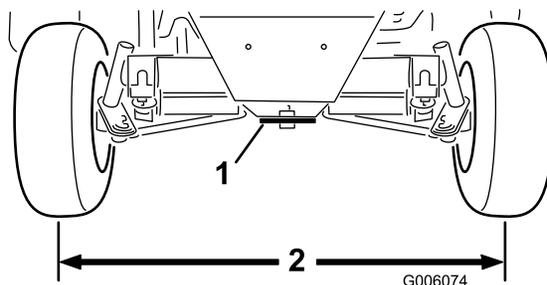

Figura 64
- Regolate entrambi i tiranti finché la distanza da centro a centro sulla parte anteriore e posteriore delle ruote posteriori non è identica (Figura 64).